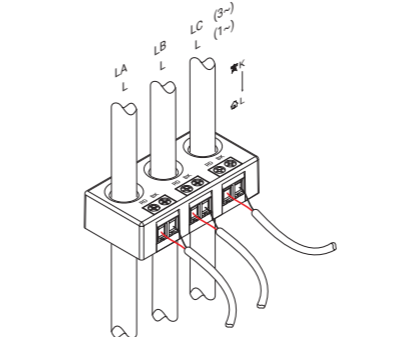

Fig. 3 Vista geral da instalação do Shelly 3CT63
1. Ligue as extremidades descamadas dos 3 fios de sinal aos terminais Shelly 3CT63 correspondentes, seguindo a marcação de cor RD-BK (vermelho-preto), como se mostra na Fig. 3.
3. Passe os cabos de fase LA, LB e LC, que transportam as correntes que pretende medir, através das aberturas dos condutores do Shelly 3CT63. Para uma configuração monofásica, passe os fios condutores de corrente (L) através das aberturas dos condutores (Fig. 3).